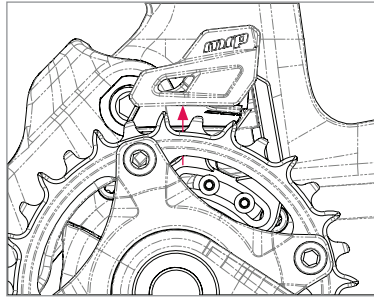

Figure 12
3. Écartez le guide-chaîne en poussant fermement la plaque de tête vers le haut, il se soulèvera et permettra de retirer la chaîne du plateau sans encombre (Fig. 12). Retirez la chaîne du plateau et placez-la à l'écart sur la base du côté droit. En cas de dépose de l'ensemble plateau + étoile, faites-le glisser hors de l'axe du moteur à ce moment-là.